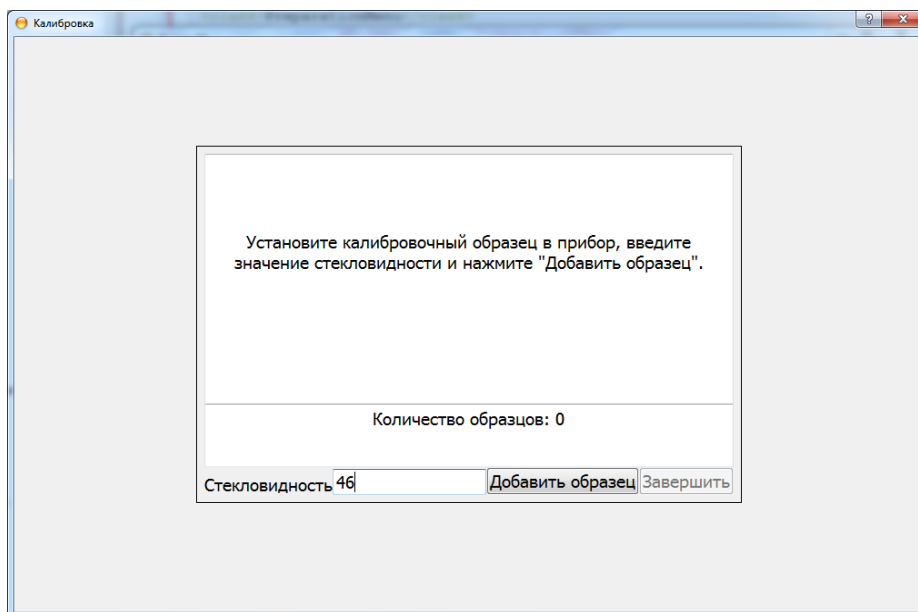

Рисунок 15.14. Добавление образца.
- Далее ввести стекловидность пробы и нажать «Добавить образец» (Рисунок 15.14).